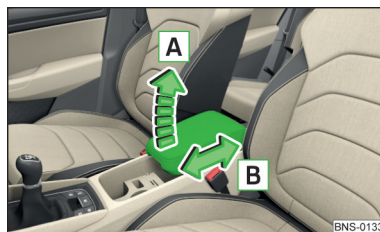

Fig. 89
- Pentru **reglarea pe înălțime**, ridicați cotiera în sensul săgeții **A** într-una din cele patru poziții de fixare » fig. 89.